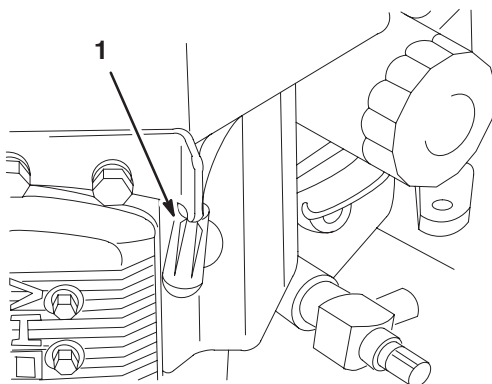

Figure 34
3. Connectez les fils aux bougies (Fig. 34).